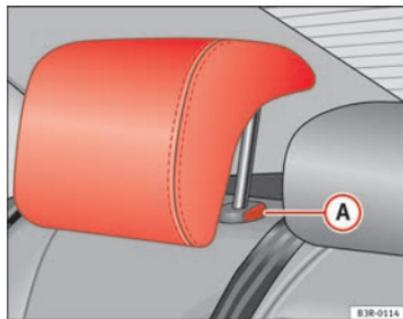

Fig. 5 Sedili posteriori esterni: Poggiatesta
- Premere il pulsante **A** ⇒ fig. 5 e abbassare il poggiatesta.
- Premere il tasto **A** ⇒ fig. 5) ed estrarre contemporaneamente il poggiatesta.